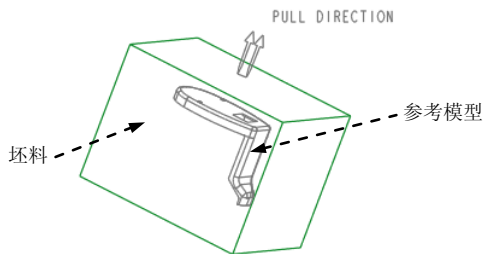

图 26.2 参考模型和坯料
在开始设计一个模具前, 应先创建一个“模具模型”, 模具模型包括图 26.2 所示的参考模型和坯料。
Step6. 单击“布局”对话框中的 **预览** 按钮, 定义后的拖动方向如图 26.2 所示。